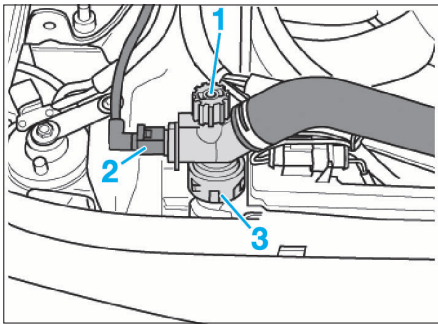

FIG. 29
- Dévisser la vis de vidange (1) du radiateur (Fig.29).